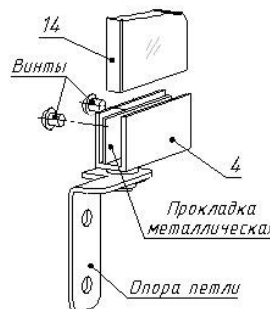

Рис. 3
4.5. После этого установить стеклянные двери (14) (см. рис.3), закрепив их на петлях (4), с помощью винтов М4х4 и металлических прокладок (40х15)мм, входящих в комплект поставки.